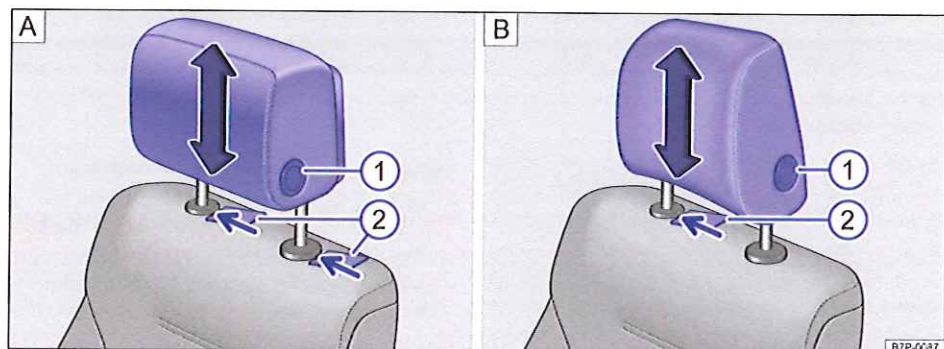

Fig. 62 Dépose de l'appuie-tête avant : A appuie-tête à réglage longitudinal et B appuie-tête sans réglage longitudinal
- Pour déverrouiller l'appuie-tête, utilisez un objet plat, par ex. une carte en plastique → fig. 62 A ②.
- Déplacez l'appuie-tête vers le bas en appuyant sur la touche → fig. 62 A ①.
- Pour déverrouiller l'appuie-tête, utilisez un objet plat, par ex. une carte en plastique → fig. 62 B ②.
- Ensuite, retirez l'appuie-tête de son support par le haut tout en appuyant sur la touche → fig. 62 B ①.
- Déplacez l'appuie-tête vers le bas en appuyant sur la touche → fig. 62 B ①.